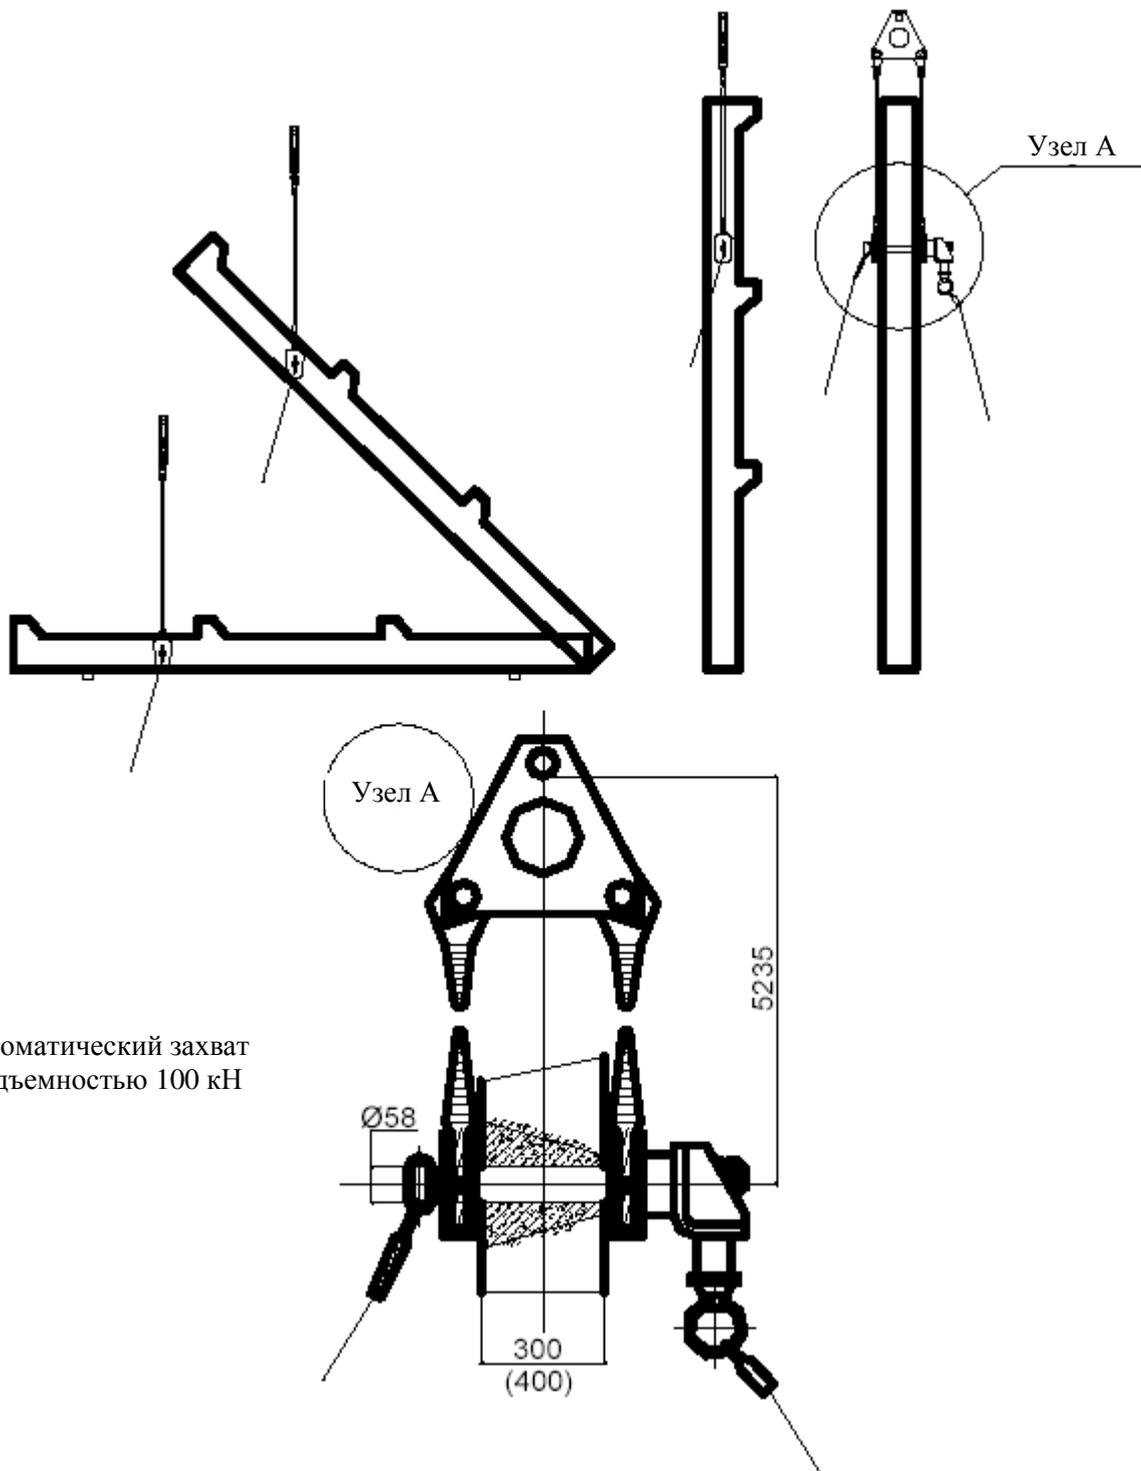

Рис. 4
4. Подъем колонны в отвесное (проектное) положение (Рис. 4)